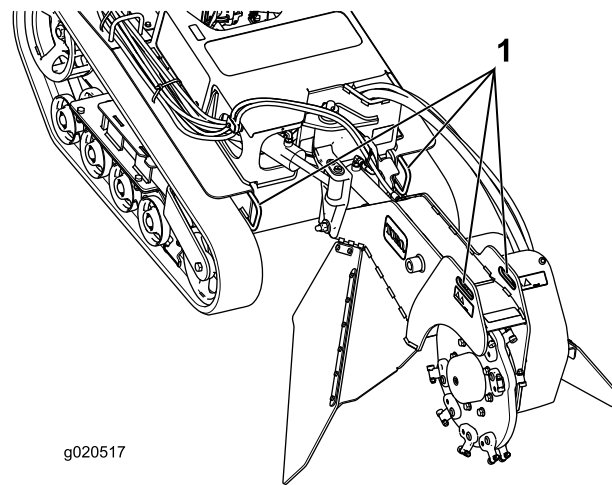
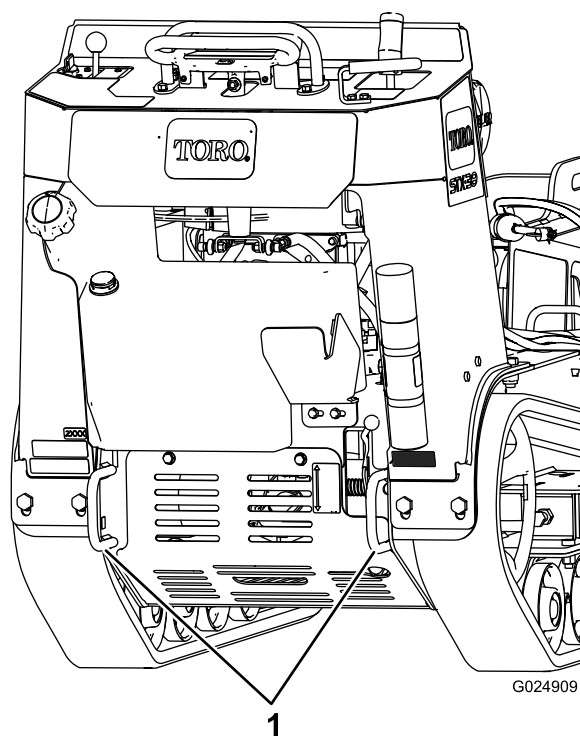

Figure 22
Figure 23
3. Pour arrimer la machine sur la remorque, passez des chaînes ou des sangles dans les points d'attache/de levage situés à l'avant et à l'arrière de la machine (Figure 22 et Figure 23).
Vous pouvez soulever la machine en vous servant des points d'attache/de levage (Figure 22 et Figure 23).